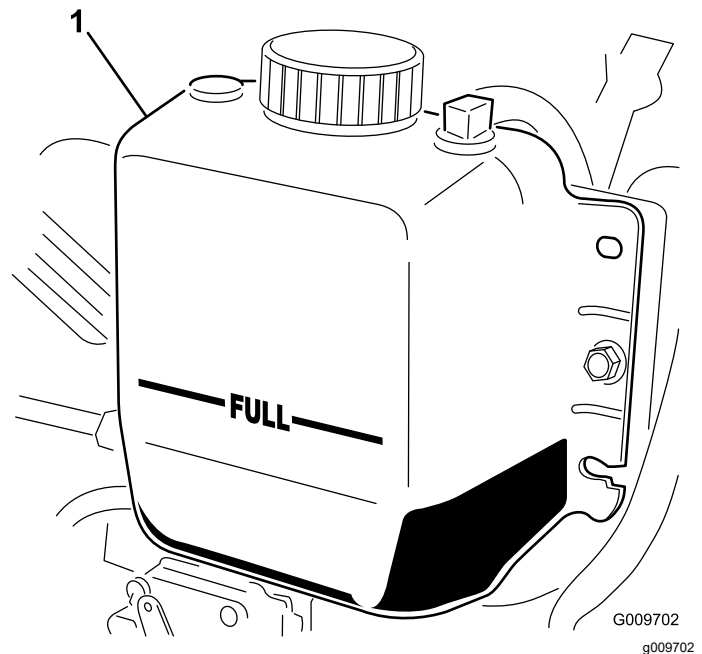

Bild 34
2. Prüfen Sie den Kühlmittelstand im Kühler. Der Kühler muss bis zur Oberseite des Einfüllstutzens und das Ausdehnungsgefäß bis zur VOLL-Markierung gefüllt sein (Bild 34).